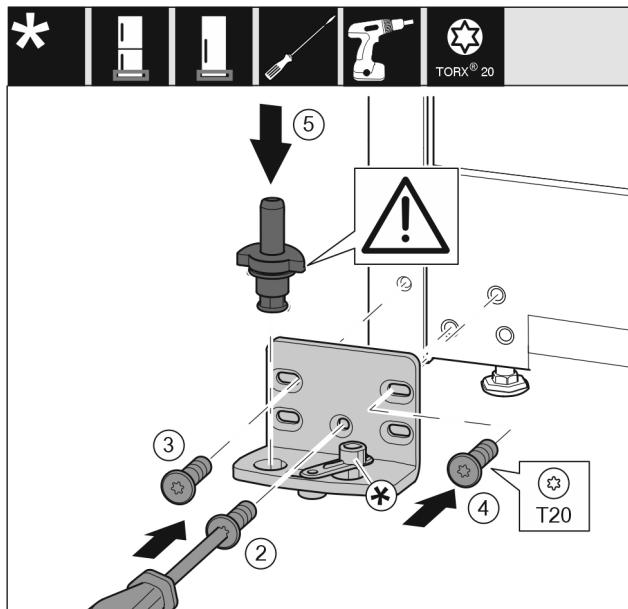

Fig. 16
- ▶ Εφαρμόστε το στήριγμα στην άλλη πλευρά και βιδώστε το με τη βοήθεια ενός κατσαβιδιού. Αρχίστε με τη βίδα Fig. 16 (2) κάτω στο κέντρο.
- ▶ Σφίξτε τη βίδα Fig. 16 (3) και τη βίδα Fig. 16 (4).
- ▶ Τοποθετήστε ολόκληρο τον πείρο Fig. 16 (5). Βεβαιωθείτε ότι το έκκεντρο ασφάλισης είναι στραμμένο προς τα πίσω.